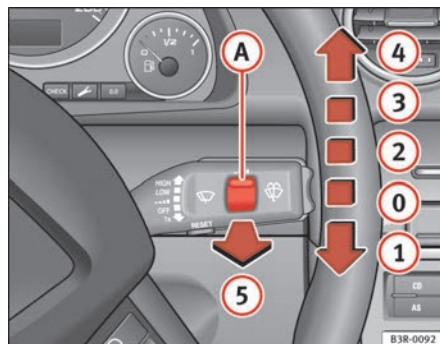

Fig. 101 Alavanca do limpa-vidros
A alavanca do limpa pára-brisas ⇒ fig. 101 tem as seguintes posições:
Com as luzes ligadas, accione o varrimento automático do limpa / lava pára-brisas ⇒ página 132, fig. 101 ⑤ puxando a alavanca durante mais de 1 segundo.